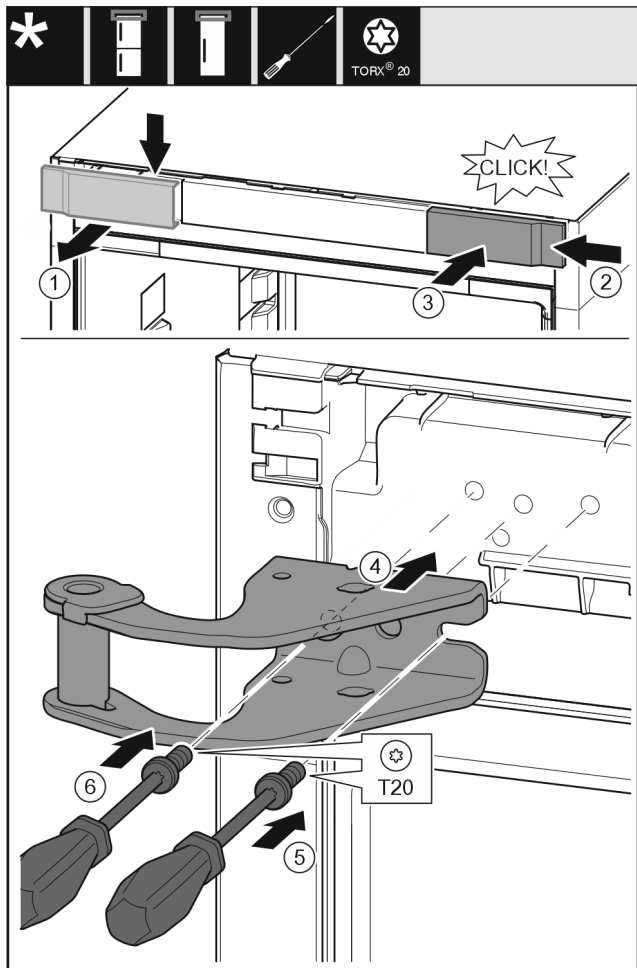

Fig. 13
- ▶ Retirar la cubierta desde arriba hacia delante. Fig. 13 (1)
- ▶ Enganchar por la derecha la cubierta girada 180° en el otro lado. Fig. 13 (2)
- ▶ Encajar la cubierta. Fig. 13 (3)
- ▶ Colocar el soporte de apoyo superior. Fig. 13 (4)
- ▶ Colocar y apretar el tornillo con el destornillador T20. Fig. 13 (5)
- ▶ Introducir y apretar el tornillo con el destornillador T20. Fig. 13 (6)